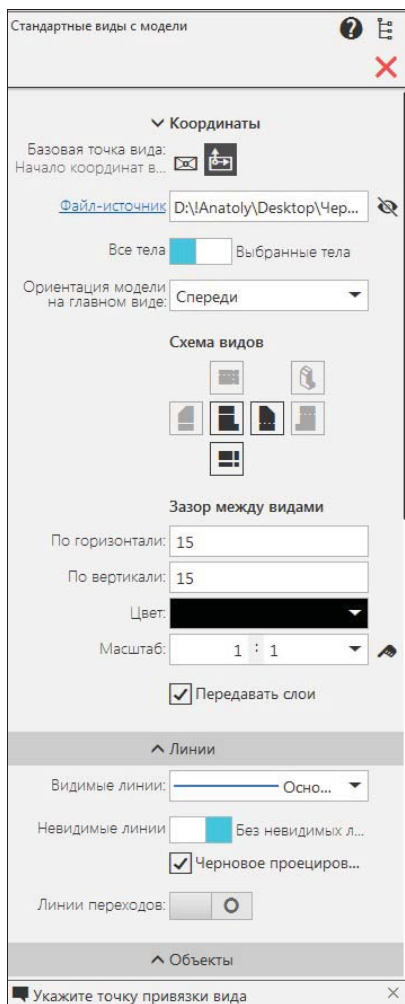

Рис. 24.1. Панель Параметры:
- ♦ на панели инструментов **Виды** нажмите кнопку **Стандартные виды с модели**  — система открывает окно **Выберите файл для открытия**, где вы выбираете файл-источник модели *Захват* и нажимаете кнопку **Открыть**. В окне модели появляется фантом трех габаритных прямоугольников создаваемых видов, а в левой части экрана — панель **Параметры: Стандартные виды с модели** (рис. 24.1) со следующими элементами ввода: